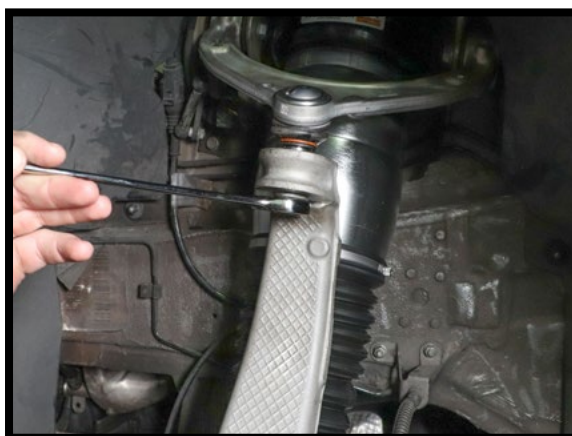

图20
4. 重新将球头上部连接到主轴总成上。安装螺母，按照制造商的规范拧紧。(图20)